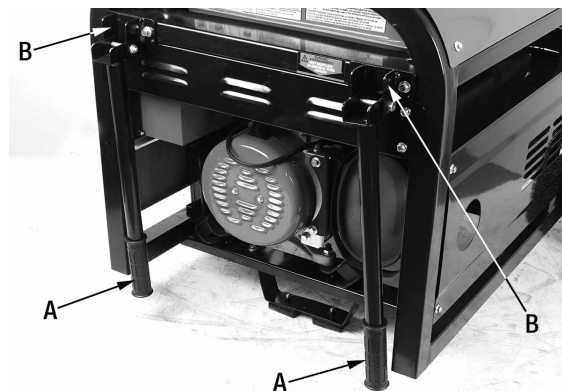

Figure 1
Les poignées pivotantes (A) Fig.1 s'installent au côté droit du châssis. Installez les supports (B) au châssis en utilisant 2 boulons hexagonaux à tête bridée pour chaque support. Une fois que les supports sont installés, fixez les poignées pivotantes aux supports en utilisant un boulon hexagonal et un écrou hexagonal à tête bridée pour chaque poignée.